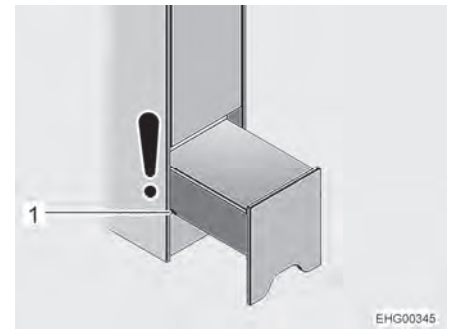

Bild 82 Aufstiegshilfe (Nachtposition)
▷ Die Toilettenraumbür liegt der Aufstiegshilfe gegenüber. Solange die Aufstiegshilfe nur teilweise herausgezogen ist ("Nachtposition", siehe Bild 82), kann die Toilettenür weiterhin geöffnet werden. Wenn die Aufstiegshilfe ganz herausgezogen ist, um Zugang zum Staufach zu erhalten, kann die Toilettenraumbür nicht mehr vollständig geöffnet werden.
- Aufstiegshilfe (Bild 81,2) am Ausschnitt (Bild 81,1) greifen, leicht anheben und bis zur ersten Nut (Bild 82,1) herausziehen (Nachtposition).